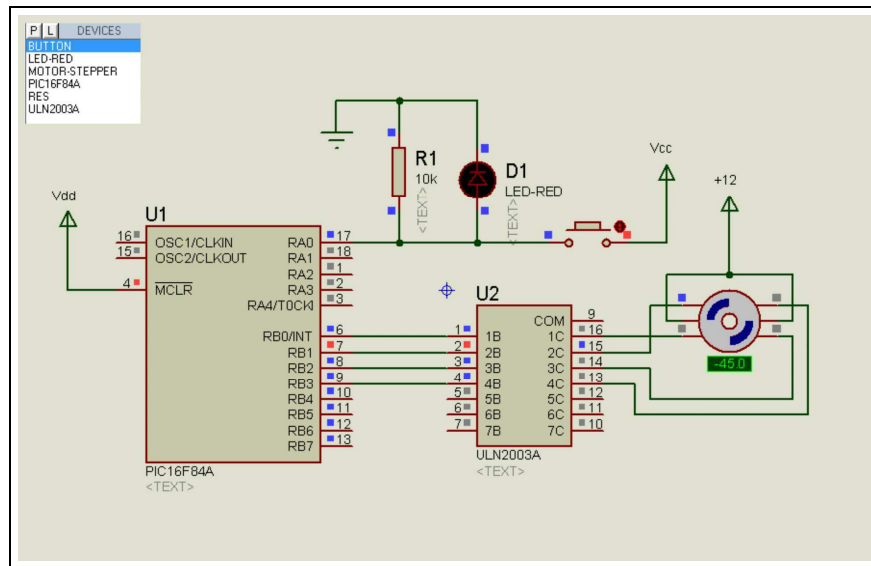

FIGURE 3.5: Schéma électronique « Commande d'un moteur pas à pas à l'aide d'un PIC16F84A »
2. Réaliser le circuit de test (voir la figure 3.5) sous ISIS en utilisant :